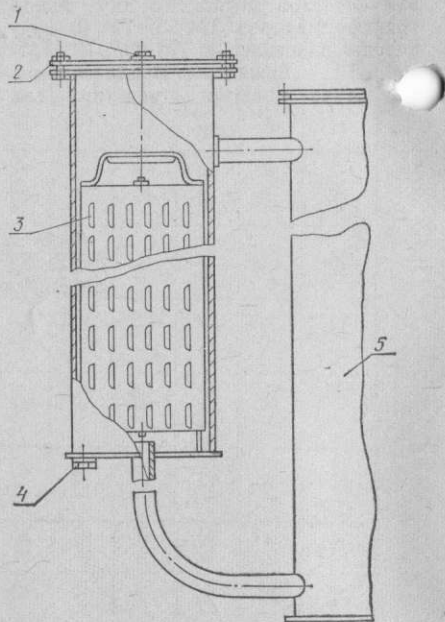

Рис. 3. Термосифонный фильтр:
4.2. Термосифонный фильтр (рис. 3) предназначен для непрерывной очистки трансформаторного масла от продуктов окисления в процессе эксплуатации трансформатора. Он представляет собой трубу, в которой помещается решетка с силикагелем.